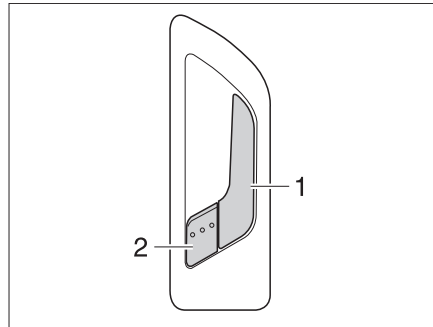

Fig. 34 Cerradura de la puerta de entrada, en el interior
- Tirar del tirador (Fig. 34,1). Se desbloqueó la cerradura de la puerta. La palanca de retención (Fig. 34,2) salta hacia fuera automáticamente.
- Presionar la palanca de retención (Fig. 34,2).